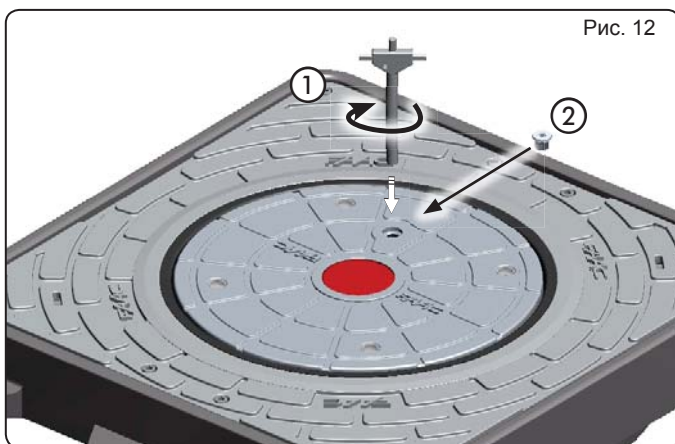

Рис. 12
2. Поверните по часовой стрелке до упора (рис. 12, обозначение (1)).
3. Вкрутите обратно винт-заглушку в головную часть тумбы (рис. 12, обозначение (2)).